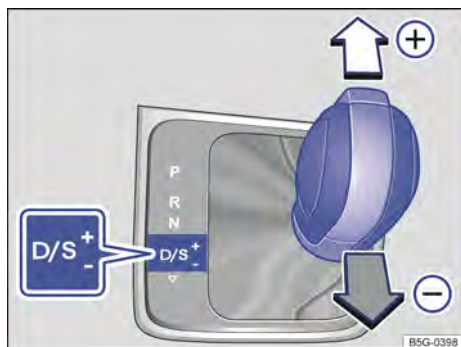

Fig. 152 Alavanca seletora na posição Tiptronic (veículos com direção à esquerda). Veículos com direção à direita são espelhados.
- Mover a alavanca seletora para frente **+** ou para trás **-** para aumentar ou diminuir a marcha → Fig. 152.